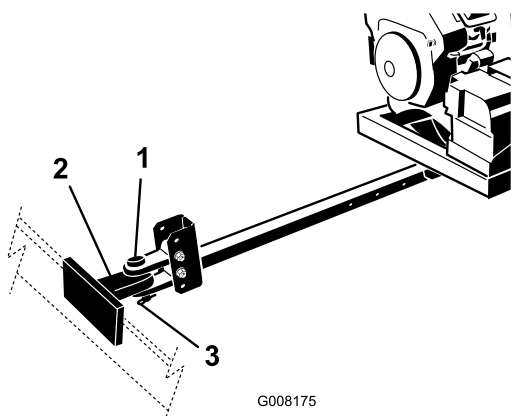

図 6
7. ヒッチピンとリンチピンを使って、フロアのヒッチクレビスを牽引車両のヒッチに接続する図 6。